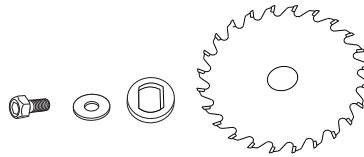

Fig. 3
- > Pressione o Botão interruptor de segurança (3) e empurre a placa base (9) para expor a lâmina de serra. Retire a lâmina de serra do veio. (Fig. 3).